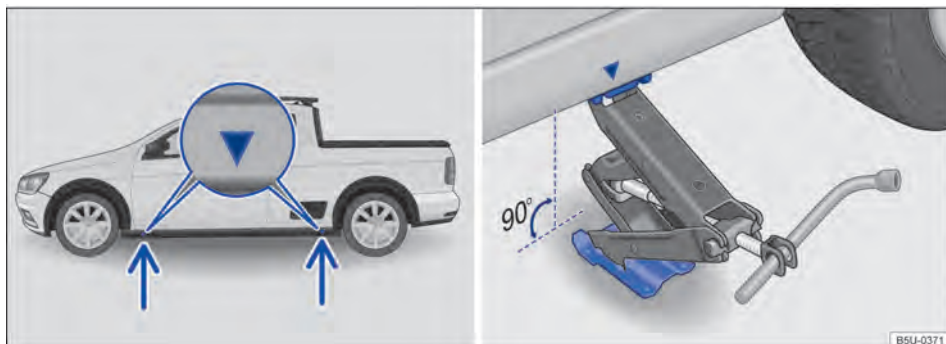

Fig. 170 Puntos de apoyo del gato y gato posicionado atrás en el lado izquierdo trasero del vehículo.
El gato únicamente puede ser posicionado en los puntos de apoyo indicados (marca en la carrocería) → fig. 170. Es válido el punto de apoyo ubicado próximo a la rueda correspondiente → ⚠.
7. Buscar debajo del vehículo el punto de apoyo del gato → fig. 170 más próximo a la rueda que se debe cambiar.
9. Garantizar que la base del gato, con toda su superficie, esté sobre el piso y que la base se encuentre perpendicularmente por debajo del punto de colocación → fig. 170.
10. Alinear el gato y, simultáneamente, levantar la palanca del gato hasta que se encaje en el travesaño debajo del vehículo → fig. 170.
- Posicionar el gato únicamente en los puntos indicados. La palanca del gato debe encajarse en el perfil del larguero de forma segura → fig. 170.